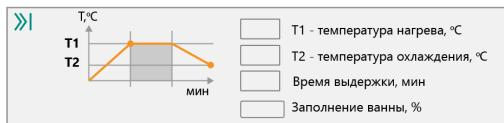

Рисунок 11.9 – Верхнее окно задания уставок
2. После достижения температуры уставки нагреватель начинает поддерживать температуру продукта в течение заданного времени (**этап выдержки**). Время задается во всплывающем окне задания уставок (см. рисунок 11.9) в поле параметра «Время выдержки».